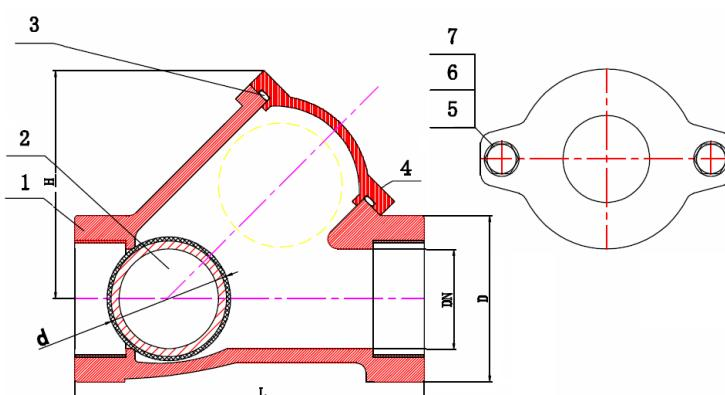

Рис.1 Клапан обратный шаровой муфтовый.
Таблица №2. Спецификация материалов обратных шаровых клапанов (Рис.1)
Таблица №3. Габаритные размеры обратных шаровых клапанов в мм Рис.1.
- Обратный шаровой клапан (Рис.1) состоит из чугунного корпуса (1) с крышкой (4). Запорным элементом клапана является чугунный шар (2), покрытый для большей надежности затвора слоем резины (EPDM).